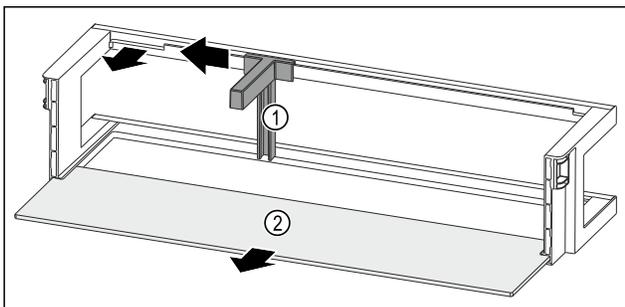

Fig. 85 Balconnet de contre-porte avec porte-bouteilles et tablette de rangement
- ▶ Pousser le porte-bouteilles Fig. 85 (1) sur le côté jusqu'à l'évidement.
- ▶ Retirer le porte-bouteilles Fig. 85 (1).
- ▶ Retirer la tablette de rangement Fig. 85 (2).